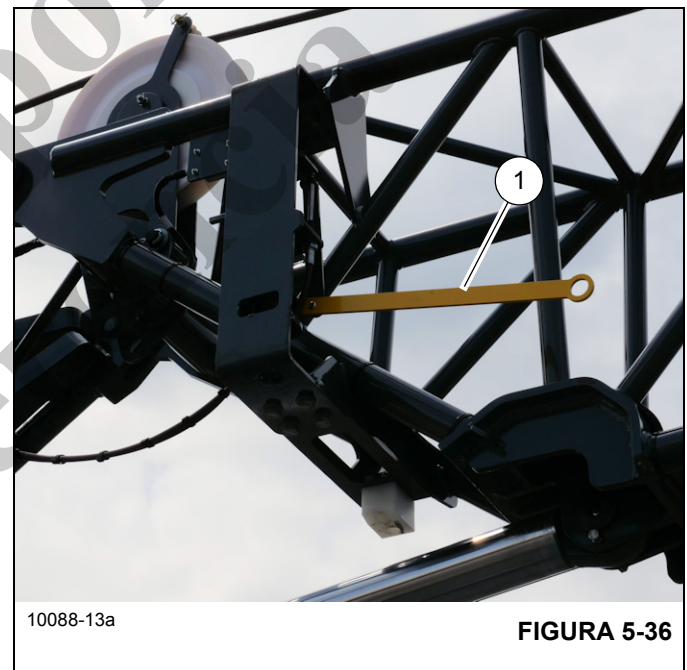

FIGURA 5-36
11. Baje el mango del pasador de montaje delantero (1, Figura 5-36) para bloquear los pasadores de instalación de la extensión de la pluma.